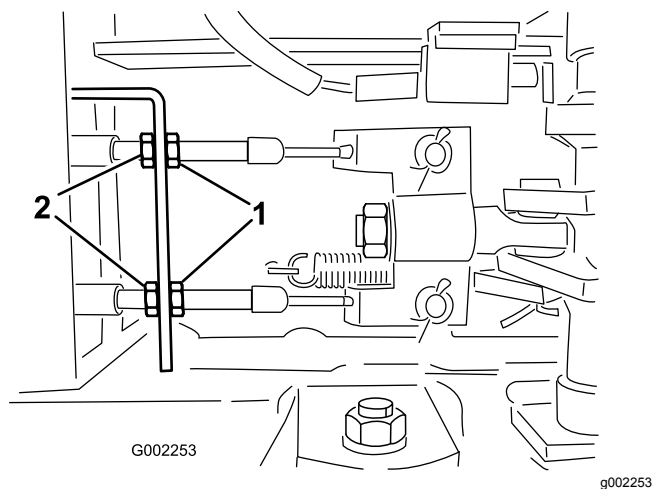

Figure 88
5. Desserrez les écrous de blocage avant sur les câbles de frein, sous l'extrémité avant du pulvérisateur (Figure 88).
6. Serrez les écrous de blocage arrière uniformément jusqu'à ce que la pédale s'enfonce de 1 à 2 cm avant que vous sentiez une résistance (Figure 88).